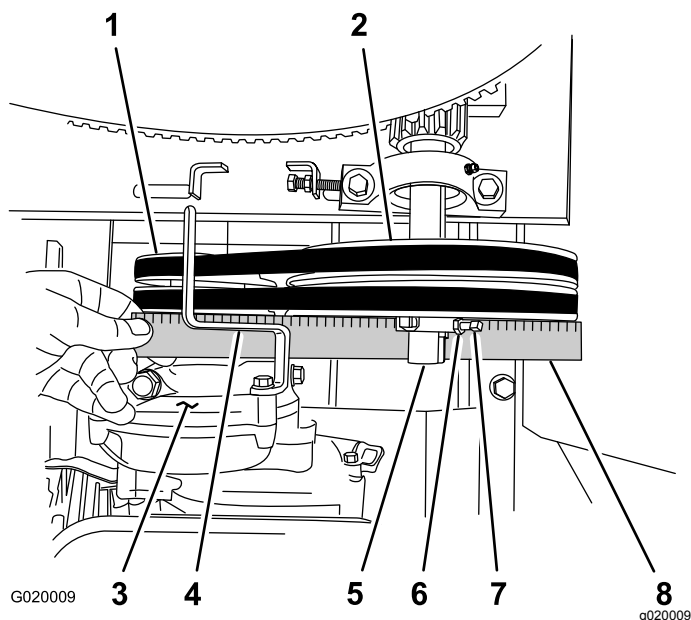

Figure 64
- D. Placez une règle droite en travers de la poulie de moteur et de la poulie de tension (Figure 64).
- E. Au besoin, faites pivoter le moteur sur le plancher moteur jusqu'à ce que la poulie de moteur et la poulie de tension soient alignées sur la règle droite (Figure 64).